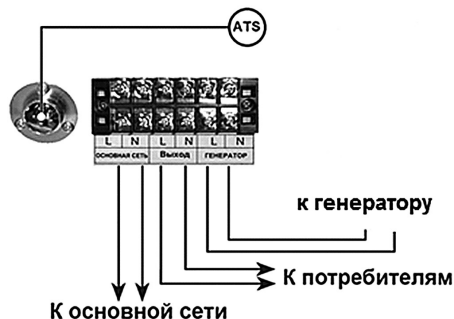

Рис. 15 Схема подключения блока ATS
Схема подключения блока ATS показана на Рис. 15.
После подключения блока ATS согласно схеме (Рис.15), установите выключатель блока (1) Рис. 13 в положение AUTO.